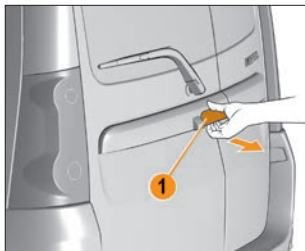

Рис. 1.4.5. Открытие большой двери багажного отделения
**Открытие большой двери багажного отделения.** При разблокированных дверях возьмитесь снизу за ручку **1** (рис. 1.4.5) и потяните ее на себя.